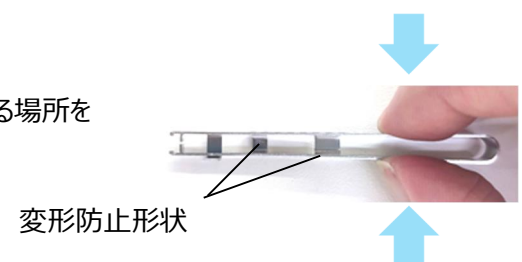

Fig. 8
- ・Fig. 8 の様に、マーク部より上の位置を指で保持したり力を加えないでください。